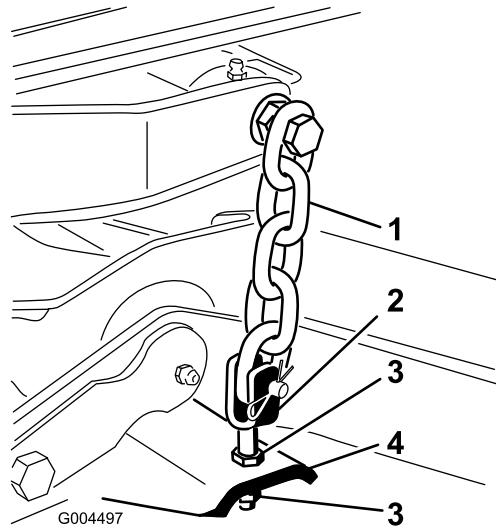

Figura 77
- Ajuste las contratueras que fijan las horquillas/cadenas de la parte trasera de la carcasa para elevar la parte trasera, hasta que la inclinación de las cuchillas sea de 8 mm (Figura 77).